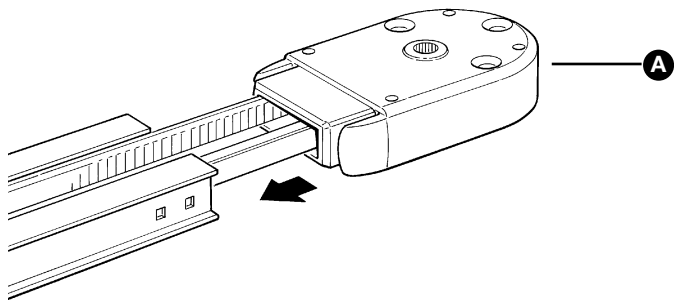

Abbildung 14
**2** Als erstes den Führungskopf zusammenbauen [A] siehe Abbildung 14. Für den Einbau dieses Teils ist eine gewisse Kraftaufwendung erforderlich.